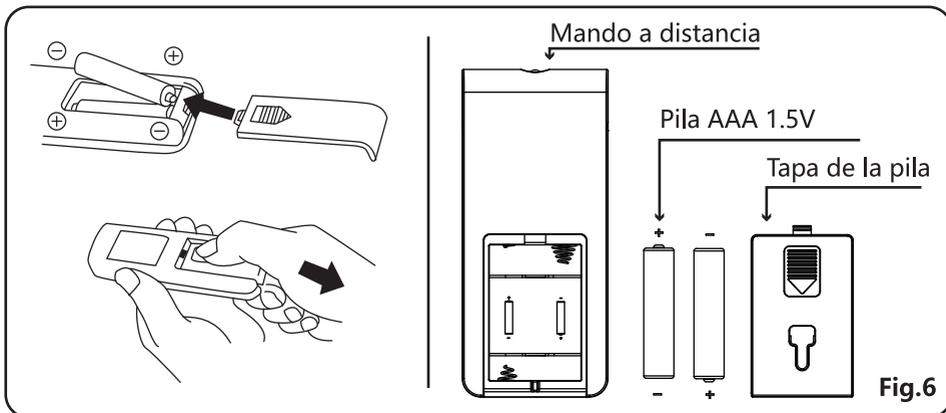

Fig.6
2. Introduzca las pilas asegurándose de colocarlas como se indica en la Fig. 6.